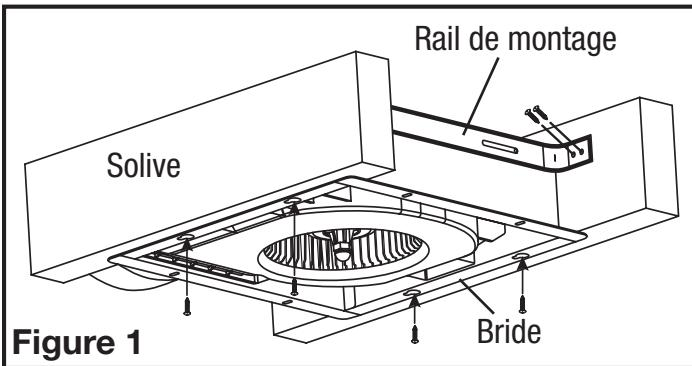

Figure 1
- Installez le rail dans le canal de montage sur le boîtier. Alignez un côté de la bride du boîtier sur la solive du plafond et fixez-le avec au moins deux des vis de montage. Fixez les extrémités des rails à la solive avec les vis fournies (Figure 1).
- Installez le rail dans le canal de montage du boîtier. Alignez un côté de la bride du boîtier sur la solive du plafond (montage au plafond) ou le montant mural (montage mural) et fixez-le avec au moins deux des vis de montage. Fixez les extrémités des rails avec les vis fournies sur la solive ou le montant mural (Figure 1).